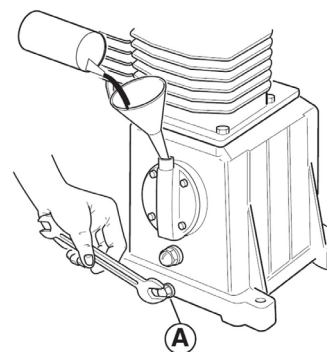

Abb. 14: Ölwechsel
Schritt 2: Nehmen Sie die Öleinfüllschraube bzw. den Ölmesstab heraus, drehen Sie die Ölablass-Schraube (Pos. A, Abb. 14), heraus und sammeln Sie das Altöl in einem entsprechenden Behälter.